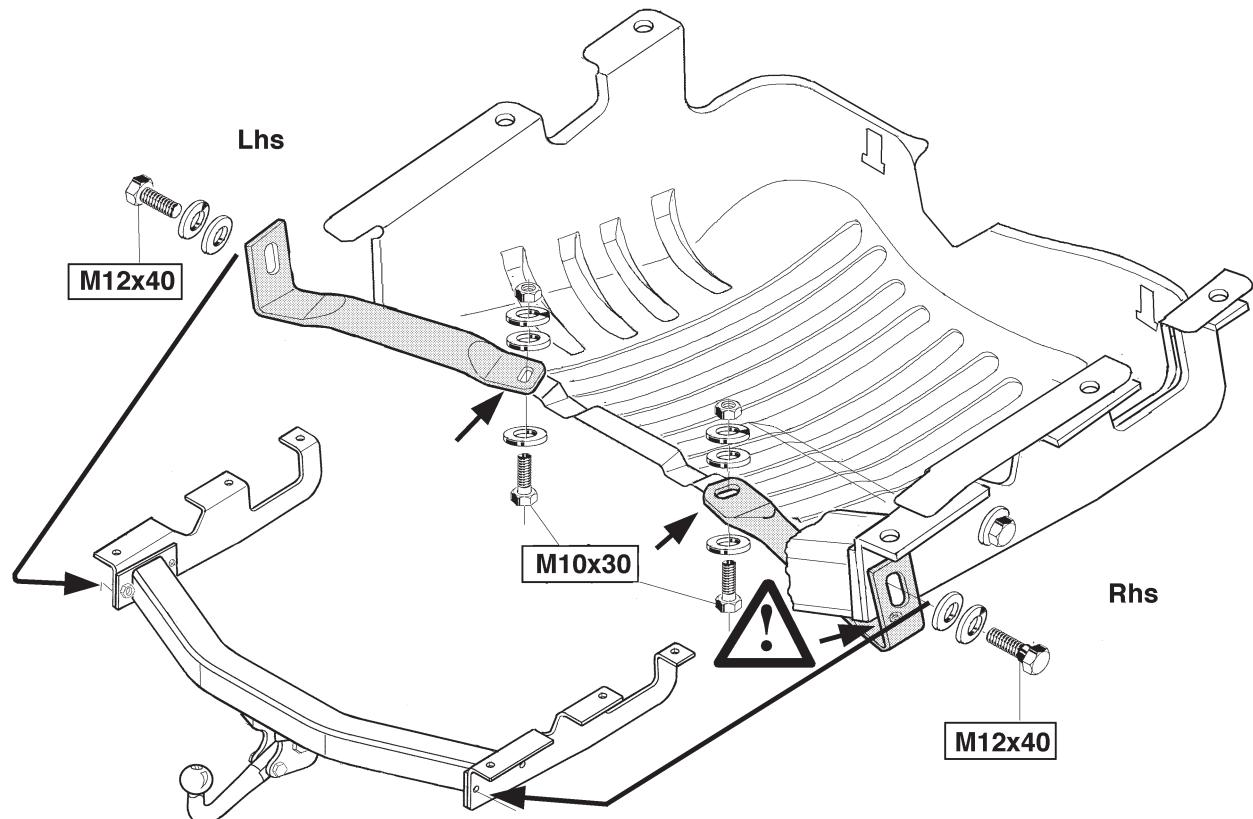

Fig. 3
2. Montar a la izquierda y derecha las placas laterales por medio del material original de sujeción, sin apretar del todo. Colocar el gancho de remolque inclusive los pequeños soportes suministrados como indicado en el croquis y la fig. 3, entre las placas de sujeción. ¡Atención! Para crear espacio para el montaje, una persona ha de tirar hacia abajo el parachoques. Una segunda persona ahora podrá instalar el conjunto y montarlo por medio del material de sujeción indicado en el croquis. Fijar los soportes de acuerdo con la fig. 3 a la altura de los orificios correspondientes en el contenedor de neumáticos por medio del material de sujeción indicado. Si el vehículo no lleva ex fábrica dichos orificios, será preciso taladrarlos Ø11mm.
2. Montare i pannelli laterali a destra e sinistra, con l'ausilio dei dispositivi di fissaggio originali. Posizionare il gancio traino, con i supporti in dotazione, tra le piastre di fissaggio, come indicato nel disegno ed in fig.3. Attenzione! Per creare lo spazio necessario al montaggio, il paraurti deve essere tirato verso il basso da una seconda persona. In questo modo è possibile posizionare l'insieme e fissarlo mediante i dispositivi di fissaggio indicati nel disegno. Fissare i supporti inserendo i dispositivi di fissaggio nei corrispondenti fori nell'alloggiamento della ruota, come indicato in fig. 3. Se il veicolo non presenta sudetti fori, propri di fabbricazione, è necessario praticarli con una punta da ø11 mm.